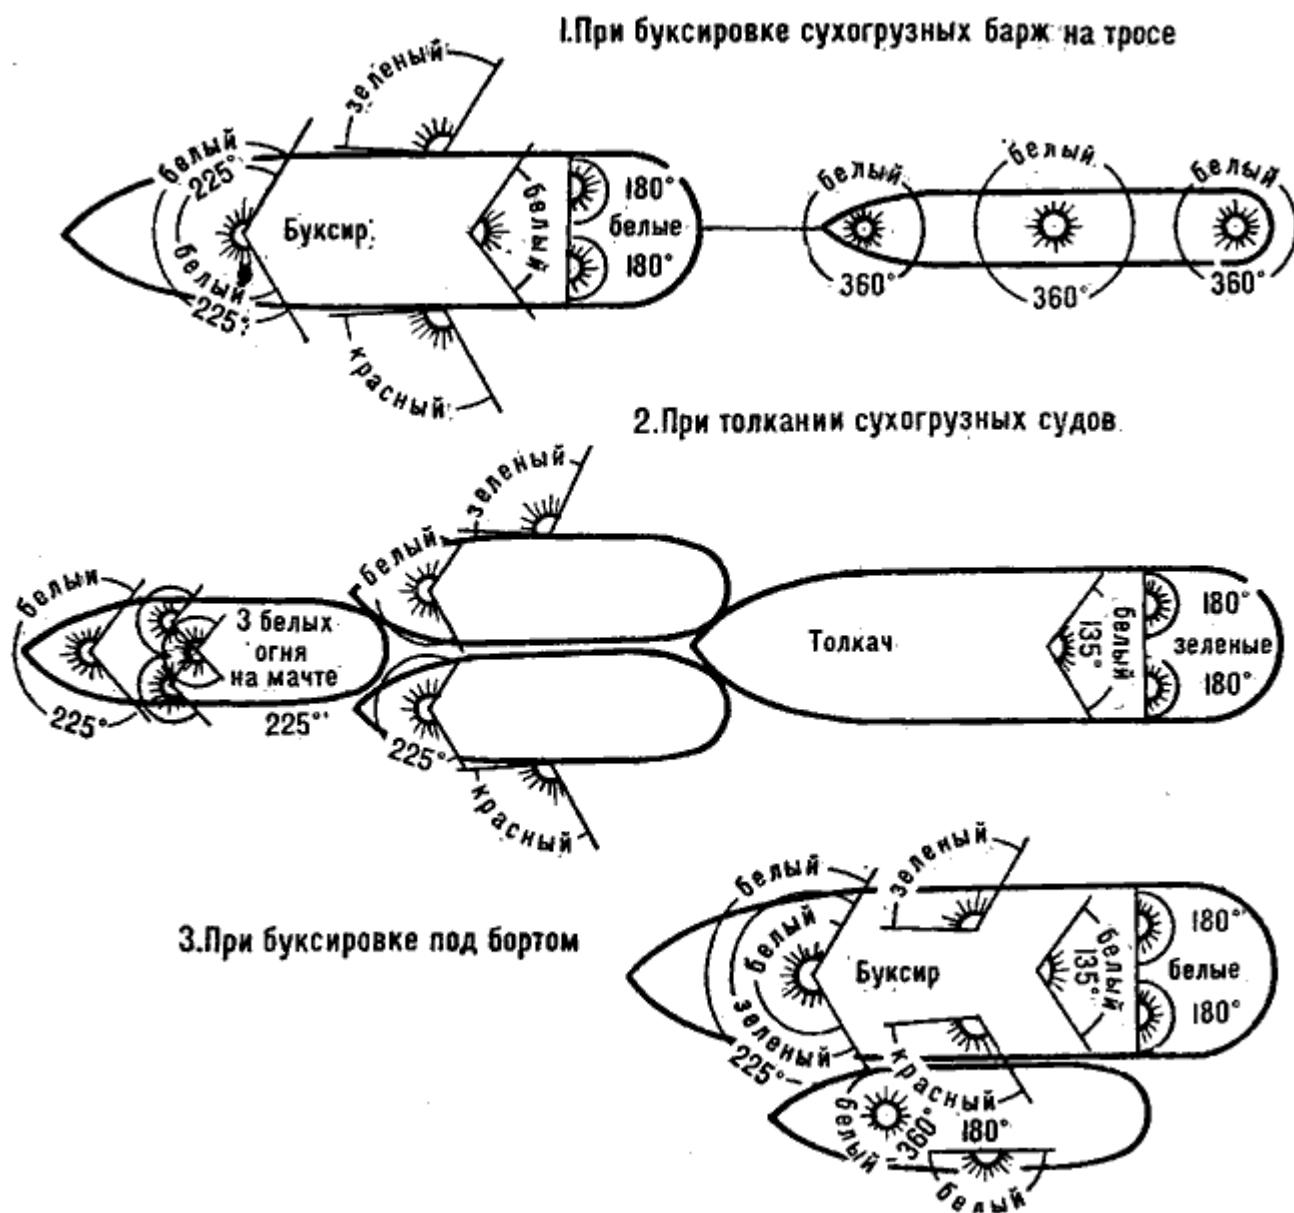

Рис. 144. Схема расположения ходовых огней на речных буксирах
- Буксирующие суда, ведущие на буксире другие суда или плоты, кроме огней, предусмотренных § 25 для одиночных судов (отличительных, гакового и гакабортных), несут на передней мачте (рис. 144):
- сухогрузные, длиной более 50 м - кроме белого клотикового на мачте по одному белому огню на носовом и кормовом флагштоках (рис. 144);
- буксируемое под бортом - один белый клотиковый огонь на мачте и один белый огонь с внешнего борта (рис. 144);
Если ширина толкаемых судов превышает ширину толкача, то его отличительные огни переносят на наружные борта толкаемых судов (§ 35, рис. 144).